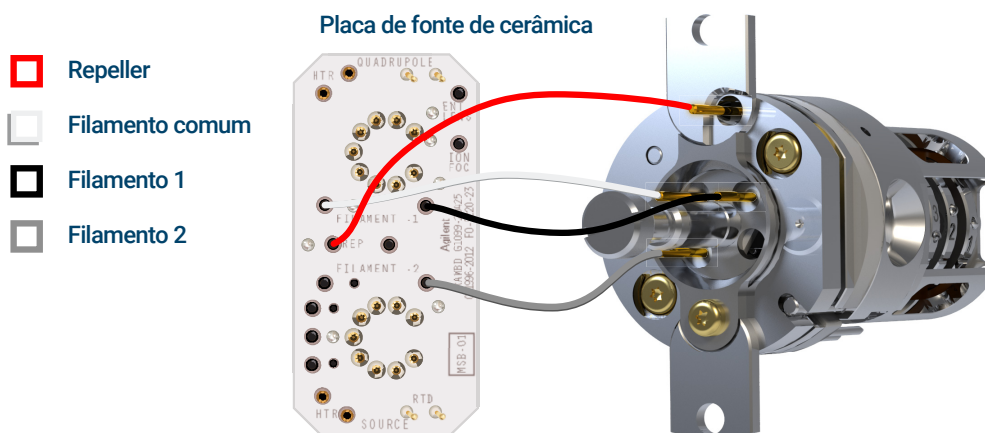

Figura 47 Fiação a ser conectada/desconectada durante a instalação ou remoção da fonte
- 1 Use pinças ou alicates com ponta agulha para conectar/desconectar os fios da fiação da placa de cerâmica (vermelho, branco, preto e cinza) nos conectores da fonte. (Consulte Figura 47.)